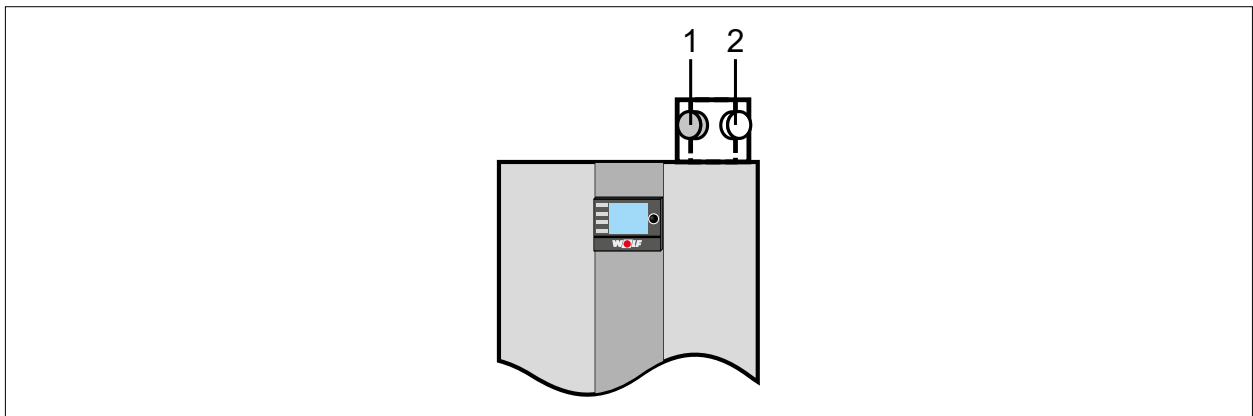

Abb. 6.5 Geräteanschluss mit Abgas-Messöffnung
- ▶ Kappe von rechter Messöffnung (Abb. 6.5) entfernen.
- ▶ Bei Bedarf CO2/O2-Wert gemäß Tab. 6.4 mit der Gasdurchflussschraube (2) korrigieren.